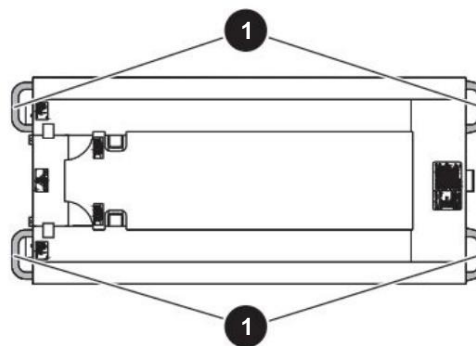
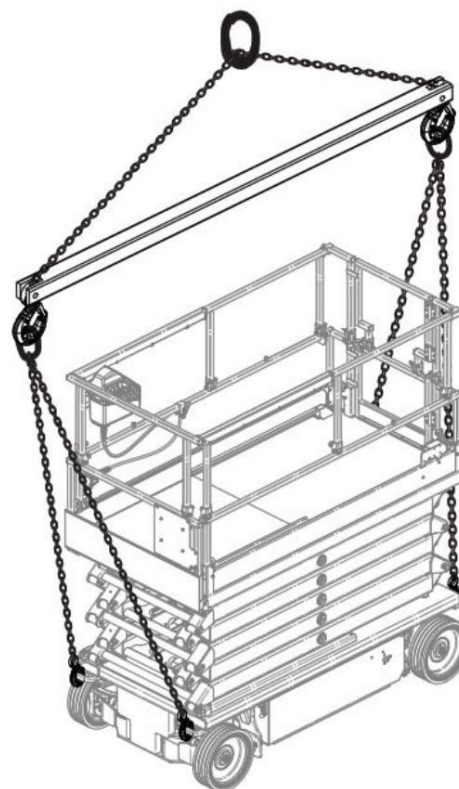
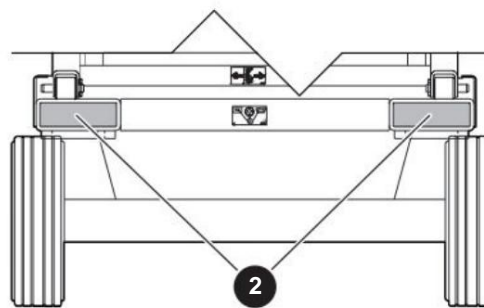

Figura 15 Pontos de içamento e amarração
Figura 16 Método apropriado para içar
Figura 17 Bolsas para empilhadeiras
cordame em todos os **quatro pontos de elevação** , ou levante com os garfos nos **compartimentos designados para empilhadeiras** . Consulte a Figura 15, Figura 16 e Figura 17.
Ao transportar a MEWP, ela deve ser acoplada a um caminhão ou plataforma de reboque. Use os pontos de fixação disponíveis para fixar a MEWP. Consulte a Figura 15. Se você não obedecer, há risco de morte ou ferimentos graves.
- Amarre a MEWP ao veículo de transporte usando os quatro pontos de fixação. Consulte a Figura 15.